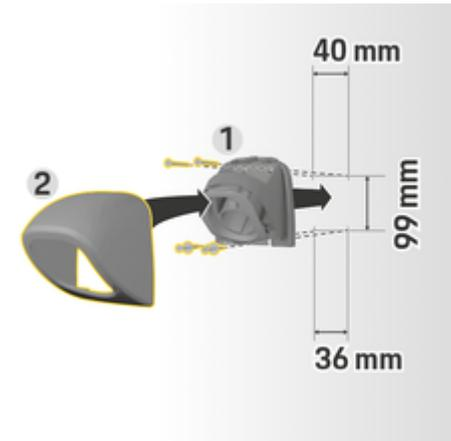

Fig. 5: Medidas de taladrado
1. Retire el soporte de enchufe **1** (Fig. 5) de la cubierta **2**(Fig. 5).
4. Atornille el soporte de enchufe **1** (Fig. 5) a la pared.
5. Coloque la cubierta **2** (Fig. 5) desde abajo sobre el soporte de enchufe **1** (Fig. 5) y presionar hacia arriba.